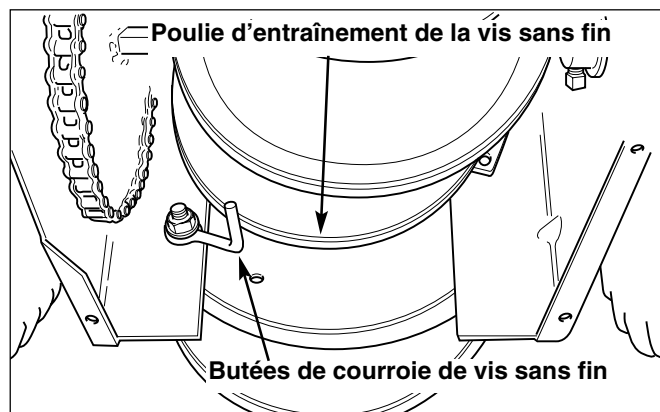

Figure 27. Poulie d'entraînement de la vis sans fin et butées de courroie
8. Desserrer les vis 6 pans qui tiennent les butées de la courroie (Figure 27), et écarter les butées de la poulie pour permettre l'enlèvement de la courroie.